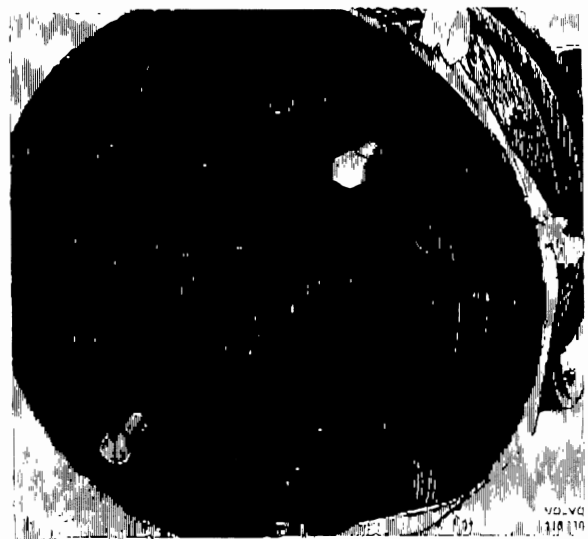

Bild 45. Borttagning av lock
3. Ta bort skruvarna som håller locket på lintrumman. Dra av locket med hjälp av två skruvar (M10 med 40 mm gänglängd). Bild 45.